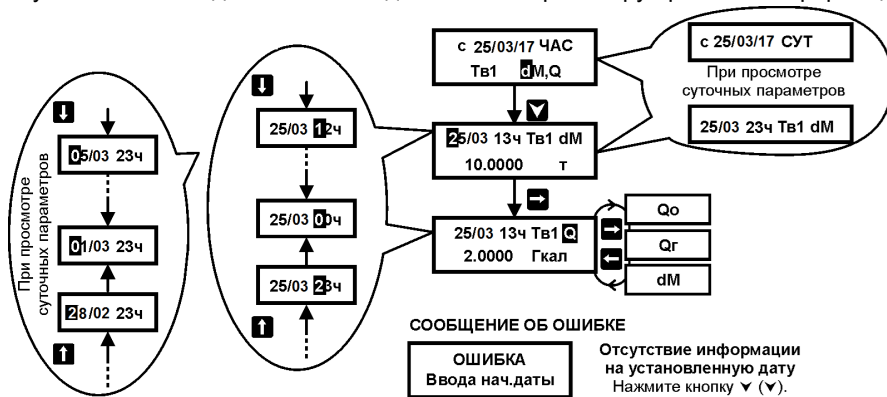
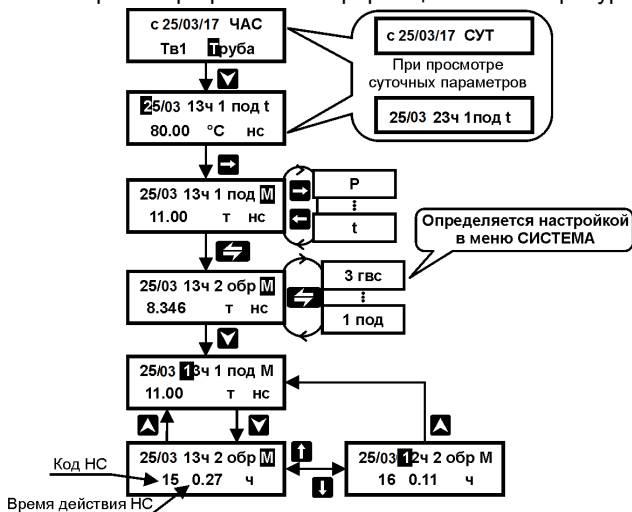

Рисунок 20 – Просмотр архивной информации по тепловому вводу
Рисунок 23 – Просмотр архивной информации по кодам и времени действия НС
При необходимости коды и время их действия за интервал усреднения могут быть просмотрены пользователем прибора. Просмотр информации по НС возможен только по каждому трубопроводу отдельно (см. рисунок 23).
Суточный архив содержит дополнительную информацию о количестве часов в конкретных сутках, когда прибором производились вычисления параметров теплоносителя и тепловой энергии (см. рисунок 20). Количество часов может быть не равно 24 (23 по дисплею) в случае работы прибора неполные сутки (дата сброса и текущие сутки).
3. Войдя нажатием кнопки  в меню 3-его уровня (рисунок 20, 21 или 22), последовательным нажатием кнопок  () ,  () и  при необходимости (рисунок 23) просмотреть требуемую информацию;